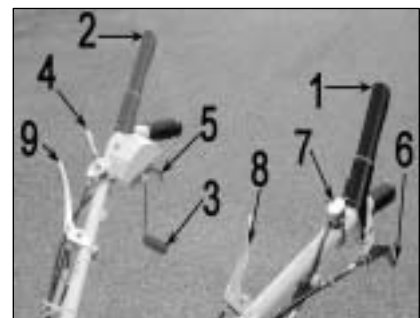

Figure 8
- Pour embrayer le rotor, appuyez et maintenez la poignée (figure 8, repère 2), puis tirez la poignée d'embrayage du rotor (figure 8, repère 3).
- Actionnez la poignée d'avancement (figure 8, repère 1), puis accélérez à fond. Le débroussaillage débute.
- Relâchez les poignées d'avancement (figure 8, repère 1) et d'embrayage de coupe en même temps (Figure 8, repère 2).
- Placez le levier d'accélération sur la position ralenti (Figure 8, repère 4).
- Tournez le bouton sur la position "OFF" (Figure 8, repère 7).